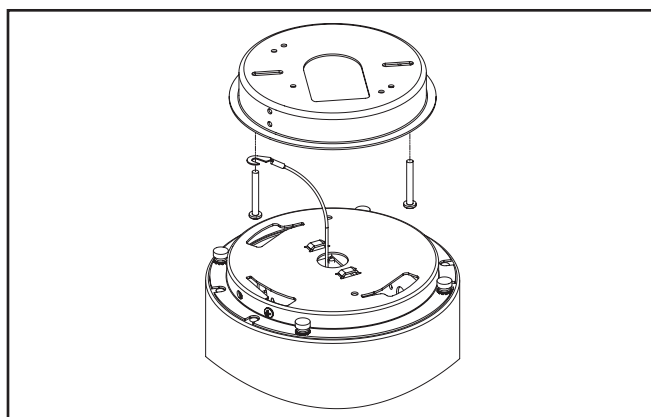

Figure 4.
4. Fixez le câble d'attache sous une vis de montage de la boîte de jonction (Figure 4.).
3. Fixez le câble d'attache arrière du montage mural à la vis de la boîte de branchement comme montré à la Figure 4.